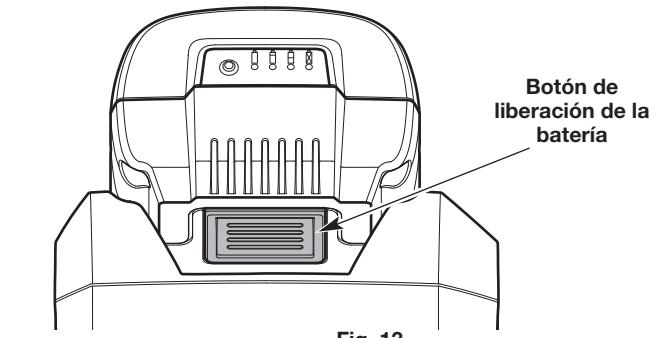

Fig. 13
- Para retirar la batería: Sostenga el cargador de batería con una mano. Presione el botón de liberación de la batería con la otra mano (Fig. 13). Saque la batería de la base de carga.